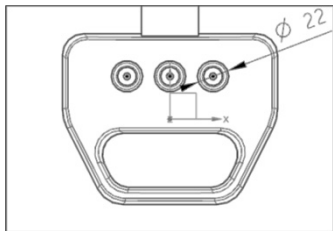

图 14-25 创建 3 个同心圆
(50) 单击“拉伸”按钮，在【拉伸】对话框中单击“绘制截面”按钮，选取 ZOX 平面为草绘平面，X 轴为水平参考，绘制 3 个同心圆，如图 14-25 所示。
(51) 单击“完成”按钮，在【拉伸】对话框中对“指定矢量”选择“ZC ↑”，“开始距离”设为 0，“结束”选取“贯通”，对“布尔”选择“无”。